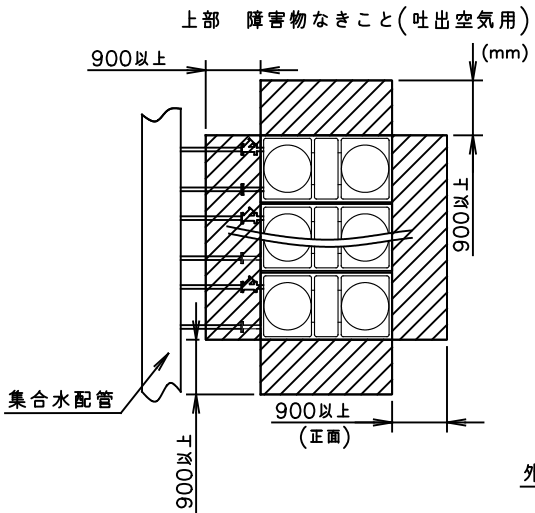

図 1 据付スペース
- 注 4．熱源機の周囲および集合水配管との間には、図 1 の据付スペース以上確保してください。